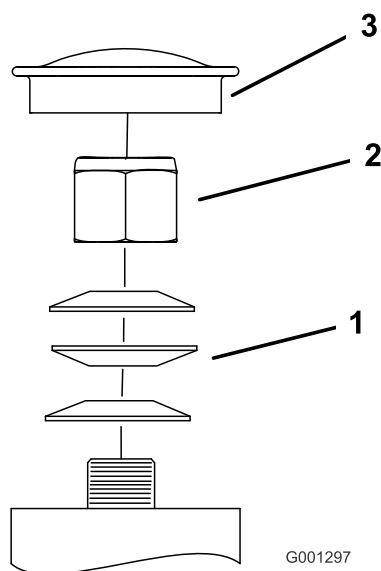

Figura 58
3. Retire el tapón guardapolvo de la rueda giratoria y apriete la contratuerca (**Figura 58**).
4. Apriete la contratuerca hasta que las arandelas de muelle estén planas, luego afloje la contratuerca $\frac{1}{4}$ de vuelta para establecer la pre-carga correcta de los cojinetes (**Figura 58**).
Importante: Asegúrese de que las arandelas de muelle están correctamente instaladas, según se muestra en la **Figura 58**.
5. Coloque el tapón guardapolvo (**Figura 58**).